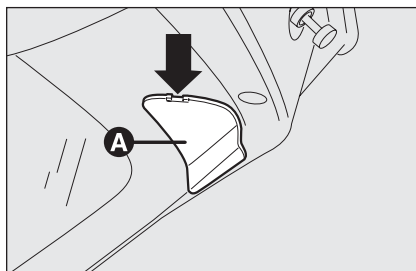

fig. 35
- rimuovere il coperchio **A-fig. 35** agendo con un cacciavite nel punto indicato dalla freccia;
- richiudere lo sportello **A-fig. 35**.
- rimuovere il coperchio **A-fig. 35** agendo nel punto indicato dalla freccia;